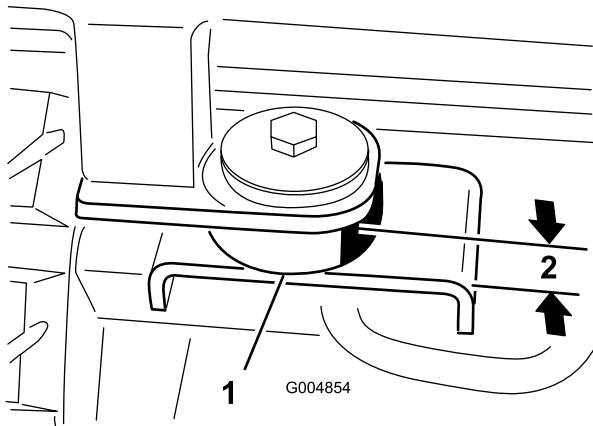

**Figure 24**
10. Abaissez la cabine en position en desserrant lentement les boulons de levage à chaque extrémité du tube de levage (Figure 24).